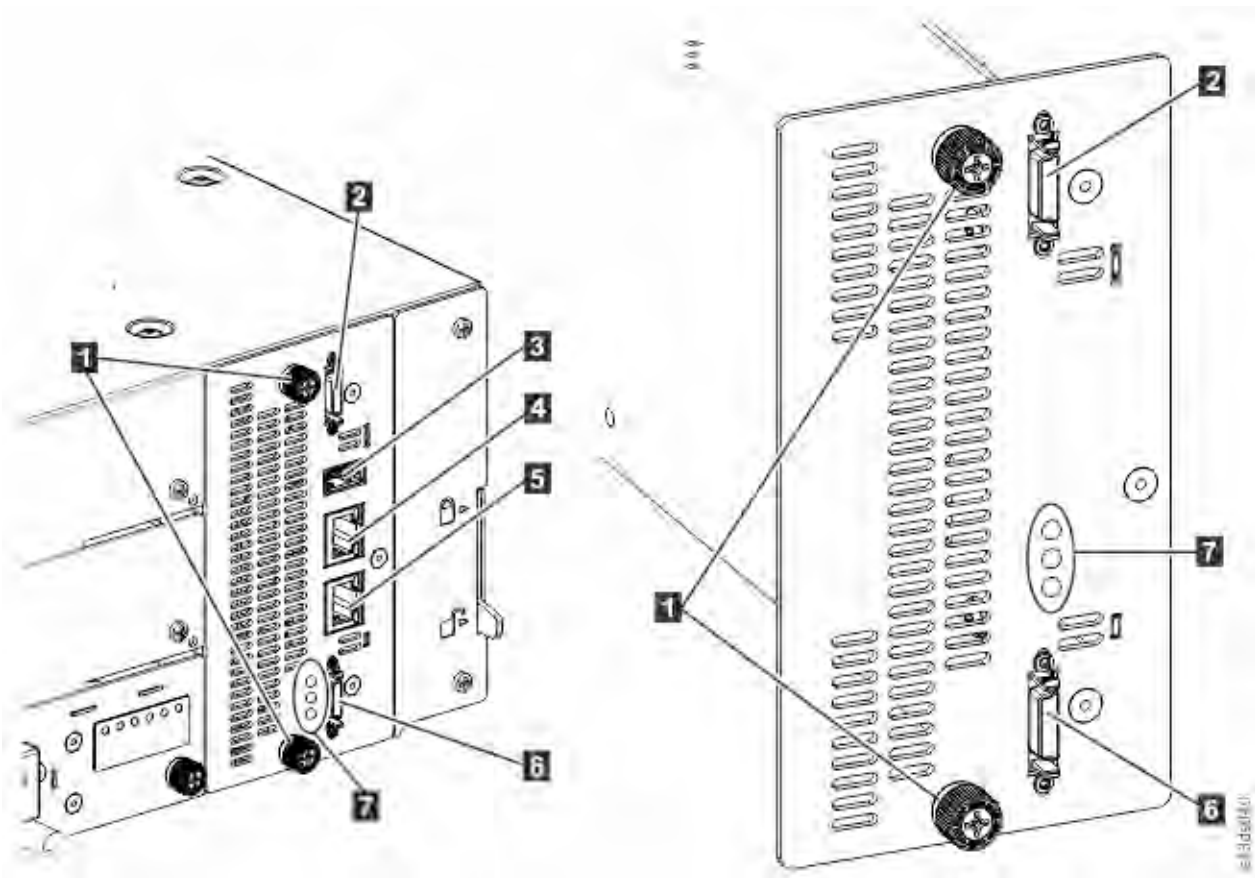

Figura 78. Componentes de la tarjeta controladora
3. Extraiga los cables Ethernet (4 y 5) y el cable USB (3), si está presente. (Un módulo de expansión no tiene puertos USB o Ethernet. Consulte Figura 78 en la página 178).
4. Afloje los dos tornillos de mariposa de color azul (1) en el controlador.
3. Apriete los tornillos de mariposa de color azul (1) con los dedos para asegurarlo al módulo.
4. Sustituya los cables de interconexión de expansión (2 y 6), el cable o cables Ethernet (4 y 5), y el cable USB (3) que se han eliminado anteriormente. (Un módulo de expansión no tiene puertos USB o Ethernet. Consulte Figura 78 en la página 178).